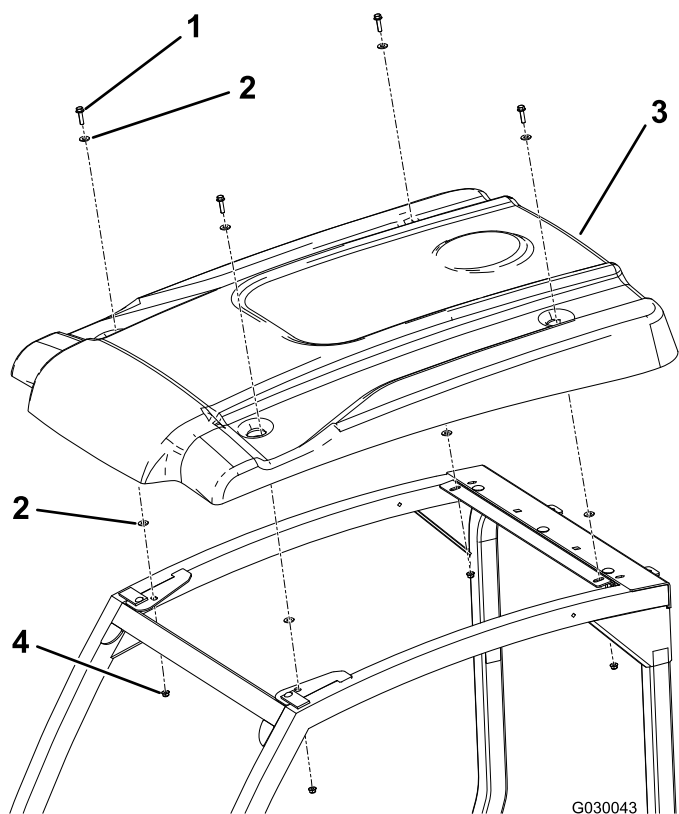

Figura 5
2. Coloque el toldo según se muestra en Figura 5.